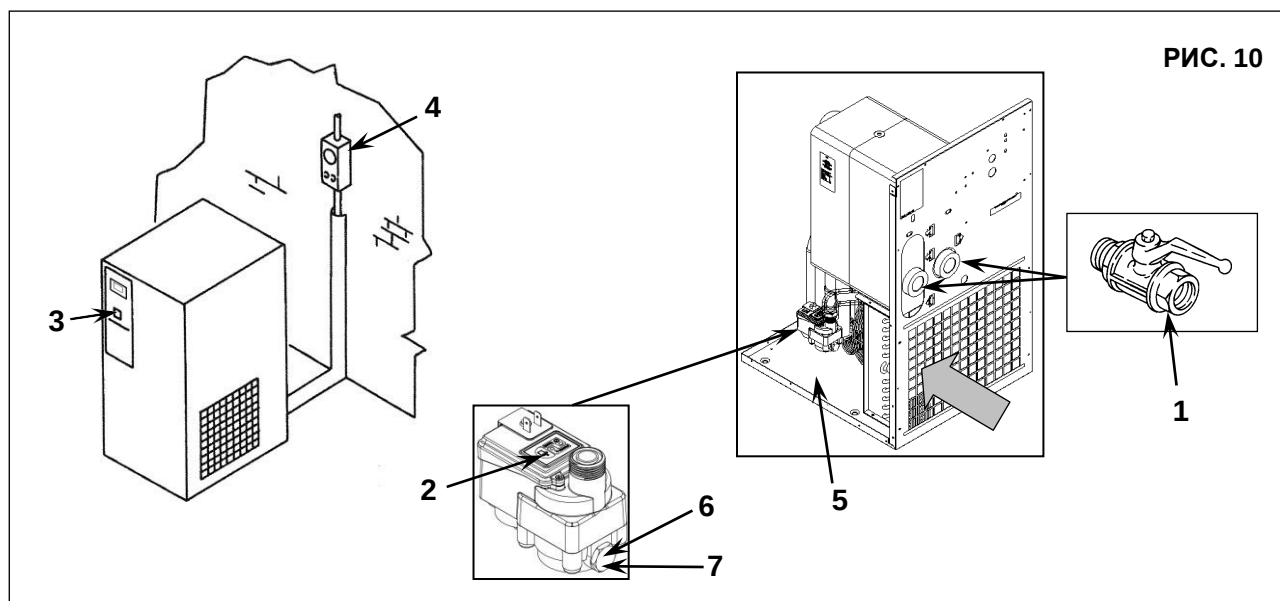

РИС. 10
### 15.2 ОЧИСТКА ФИЛЬТРА УСТРОЙСТВА АВТОМАТИЧЕСКОГО СЛИВА КОНДЕНСАТА (Рис. 10)
- Закройте кран, поз. 1, рис. 10
- Сбросьте давление в осушителе, нажав кнопку слива конденсата "TEST", расположенную на паротделителе, поз. 2, рис. 10.
- Привести выключатель в положение «0», поз. 3 рис. 10
- Отключить питание с помощью рубильника, поз. 4 рис. 10.
### 15.3 ОЧИСТКА КОНДЕНСАТОРА (Рис. 10)
- Снимите панели, поз. 5, рис. 10
- Очистите ребра конденсатора, поз. 1, сжатым воздухом (Рис. 10). **НЕ ИСПОЛЬЗУЙТЕ ВОДУ И РАСТВОРИТЕЛИ**
- Установите панели, поз. 5, рис. 10